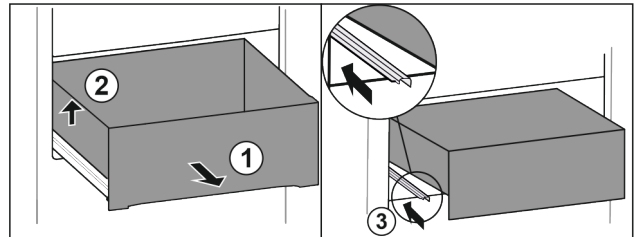

Fig. 92
- ▶ Изтеглете чекмеджето докрай. Fig. 92 (1)
- ▶ Повдигнете чекмеджето отляво. Fig. 92 (2)
- ▶ Вкарайте лявата релса. Fig. 92 (3)